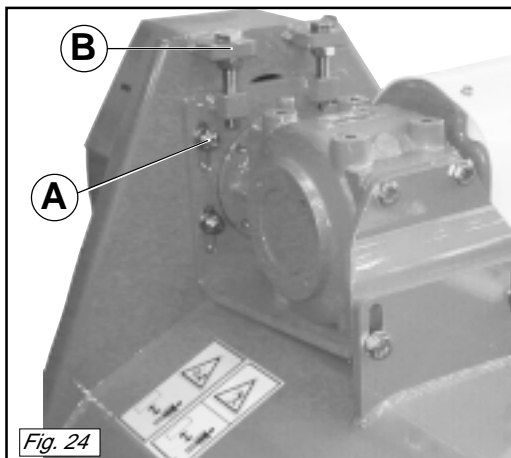

Fig. 24
- Allentare i bulloni che fissano il mozzo della puleggia superiore (A Fig. 24).
- Agire sulle viti (B Fig. 24) in modo che le cinghie si tendano correttamente.
- Stringere i bulloni che fissano il mozzo della puleggia superiore (A Fig. 24).
- *Loosen the screws that fix the upper pulley hub (A Fig. 24).*
- *Work on the screws (B Fig. 24) in order to tighten the belts correctly.*
- *Lock the screw that fixes the belt stretcher (A Fig. 24).*
- Die Schraube anziehen, welche den Riemenspanner (A Abb. 24) befestigt.
- Die Schrauben (B Abb. 24) so drehen, dass die Riemen korrekt gespannt sind.
- Die Schraube, die den Riemenspanner befestigt (A Abb. 24), wieder anziehen.
- *Desserrer la vis de fixation du tendeur de courroie (A Fig. 24).*
- *Agir sur les vis (B Fig. 24) de manière à ce que les courroies se tendent correctement.*
- *Bloquer la vis de fixation du tendeur de courroie (A Fig. 24).*
- Aflojar el tornillo que fija el tensor correa (A Fig. 24).
- Operar con los tornillos (B Fig. 24) en modo tal que las correas adquieran la tensión correcta.
- Bloquear el tornillo que fija el tensor correa (A Fig. 24).